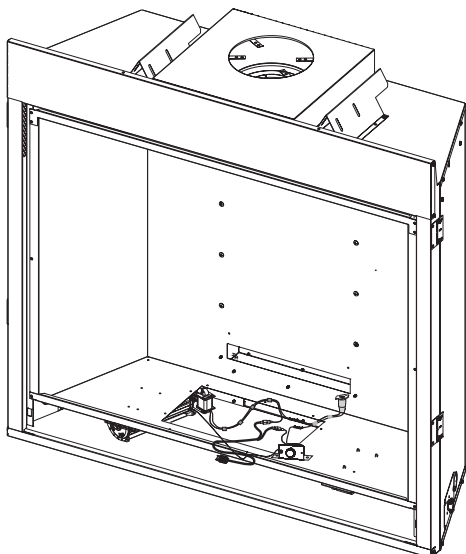

Figure 14
10. Installer la soufflerie par l'ouverture du brûleur. **Voir Figure 14.**